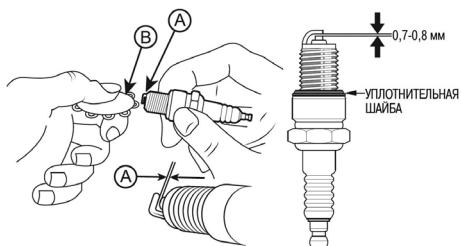

Рис. 31. Проверка межэлектродного зазора
- Измерьте зазор между электродами свечи зажигания специальным шупом. Зазор должен быть $0,7-0,8$ мм (Рис. 31). При увеличении, или уменьшении требуемого зазора, рекомендуется заменить свечу, так как регулировка зазора может привести к изменению качества искрообразования.